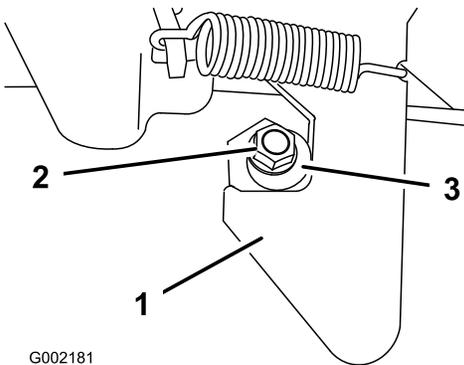

Bild 25
1. Lösen Sie die Mutter am Ende des Verriegelungspfofen (Bild 25).
2. Drehen Sie den Verriegelungspfofen nach rechts, bis er am Riegel anliegt. Ziehen Sie dann die Mutter fest (Bild 25).